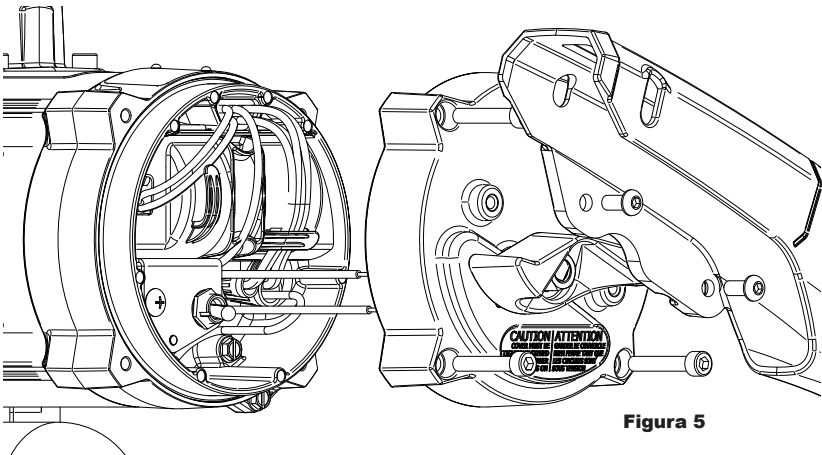

Figura 5
1. Retire la placa protectora eléctrica (vea la figura 5). Instale el conducto y el cable desde la fuente de energía hasta la caja de conexiones de la bomba. El cableado debe cumplir con los requisitos de clase I, división 1 del código eléctrico nacional vigente. Tenga en cuenta que los cables conductores vienen sellados de fábrica para aislar el motor de la caja de conexiones.